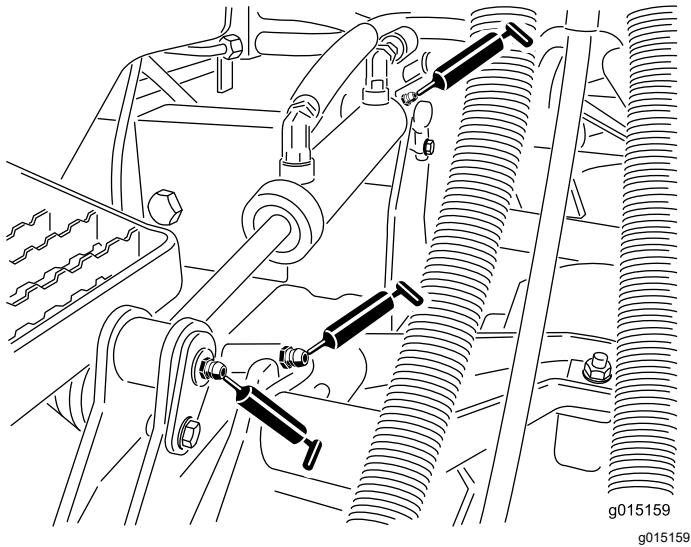

Figura 70
- Boccole (1 per piatto di taglio) del braccio di sollevamento (Figura 70).
- Boccole (2 per piatto di taglio) del braccio di sollevamento (Figura 70).